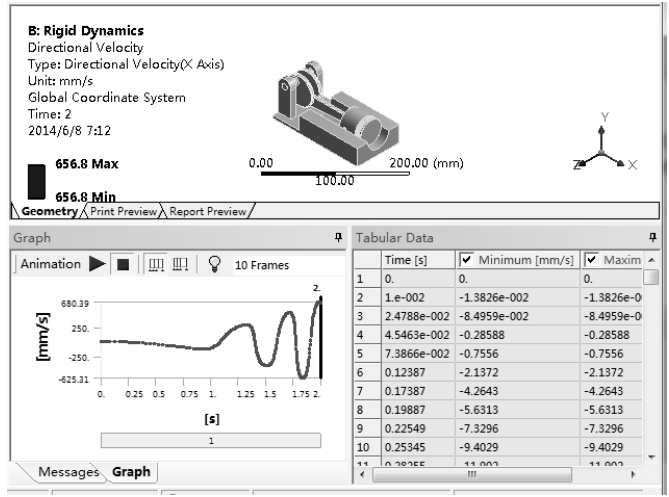

图 10-57 速度结果图和数据表
3) 速度结果。在【Outline (分析树)】中选择【Solution (B6)】节点，单击其下的【Directional Velocity】项 ，在图形窗口显示速度结果，如图 10-57 所示。